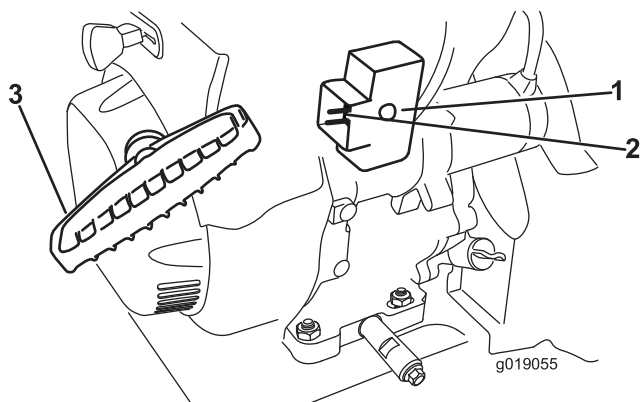

Figure 25
7. Démarrez la machine en tirant sur le lanceur ou en appuyant sur le bouton de démarrage électrique (Figure 25).